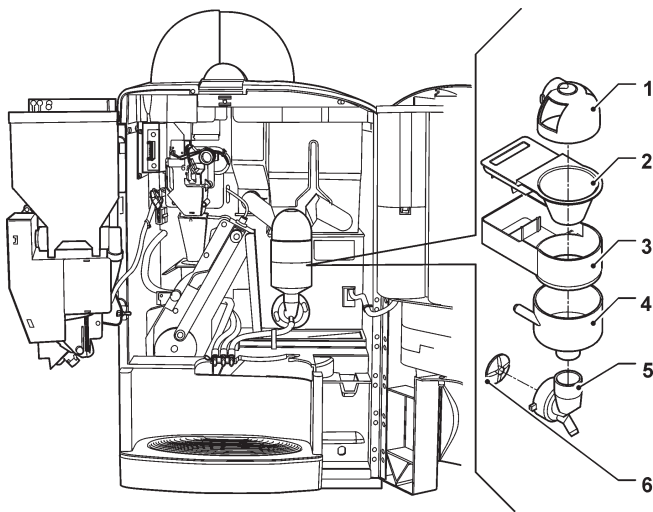

Fig. 23
- quitar (véase la fig. 23) de los mixer los embudos para los polvos, los embudos para el agua, las tolvas, los cajones de depósito de los polvos y las hélices de los motomezcladores;